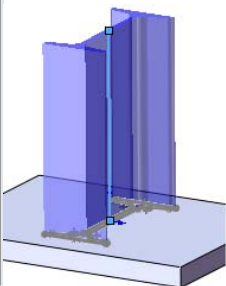

图 15-36 添加结构构件
①单击“焊件”工具栏中的“结构构件”按钮, 或执行“插入”→“焊件”→“结构构件”菜单命令, 弹出“结构构件”属性管理器, 选择“ISO”标准, 选择“sb 横梁”, 选择 100×8 大小, 然后在草图区域拾取直线, 如图 15-36 所示, 添加结构构件。